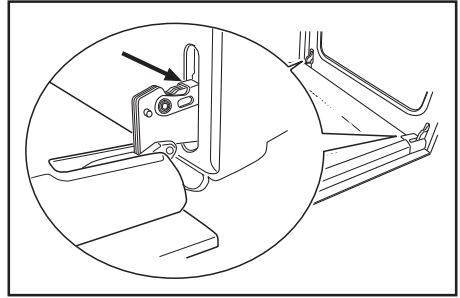

Figura 1
- 2) identificați balamalele care sprijină ușa cuptorului (Figura 1);